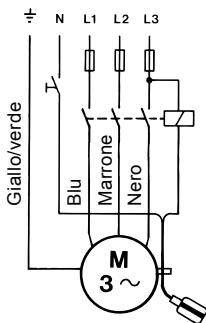

Fig. 8 Schema elettrico
**Pompe trifase con interruttore galleggiante** (Unilift KP-A) devono essere collegate all'alimentazione di rete per mezzo di un contattore. Vedere la fig. 8.